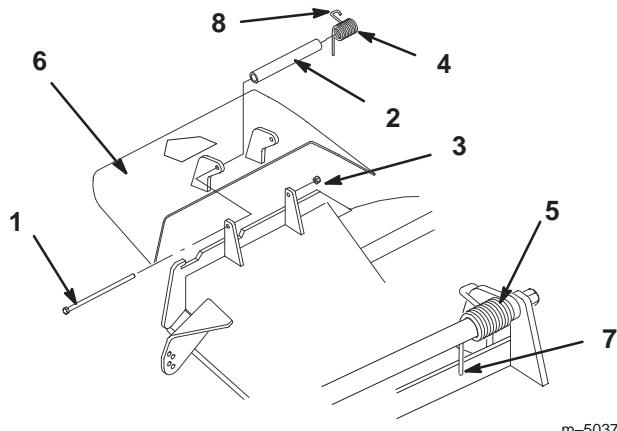

Figure 65
1. Retirez le contre-écrou, le boulon, le ressort et l'entretoise qui fixent le déflecteur aux supports de pivot (Fig. 65). Enlevez le déflecteur s'il est endommagé ou usé.
Remarque : Prenez soin de placer l'extrémité droite du ressort derrière le bord du plateau avant de mettre le boulon en place, comme indiqué à la Figure 65.
- Remettez le boulon et l'écrou. Accrochez l'extrémité crochue du ressort au déflecteur d'herbe (Fig. 65).